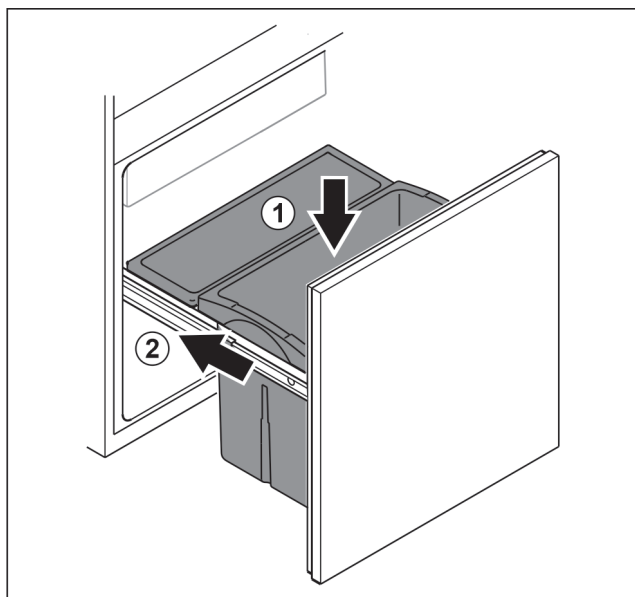

Fig. 161
- ▶ Vložte zásuvku shora. Fig. 161 (1)
- ▶ Zasuňte vysouvací vozík. Fig. 161 (2)